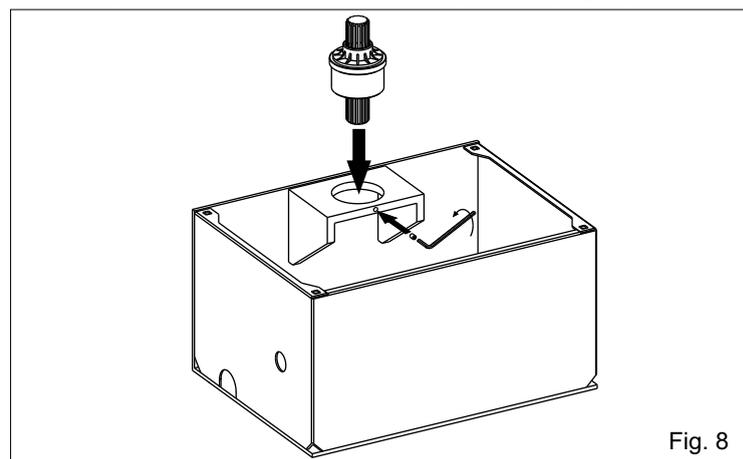

Fig. 8
2.4. Introduire l'arbre cannelé de joint dans le trou supérieur de la caisse portante et le fixer avec la vis spéciale (Fig. 8)